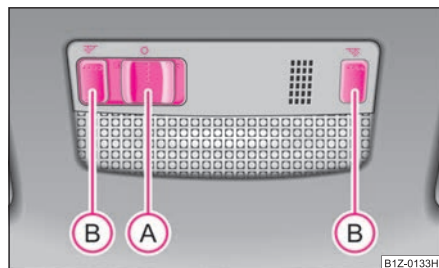

Fig. 46 Plafonul: Iluminarea interioară față
- Dacă apăsați întrerupătorul (A) spre stânga, apare simbolul ☞ ⇒ fig. 46.